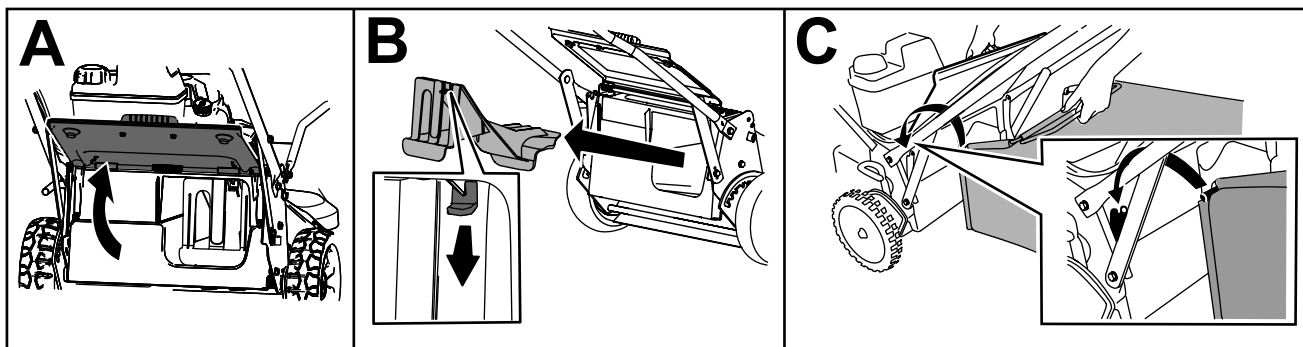

Figura 21
1. Sollevate il deflettore posteriore e tenetelo sollevato (A di Figura 21).
2. Rimuovete il coperchio di scarico posteriore abbassando il fermo con il pollice ed estraendo il coperchio dalla macchina (B della Figura 21).
3. Installate l'asta del cesto nelle tacche alla base della stegola e fate oscillare il cesto avanti e indietro per accertarvi che l'asta sia posizionata in fondo a entrambe le tacche; (C della Figura 21).